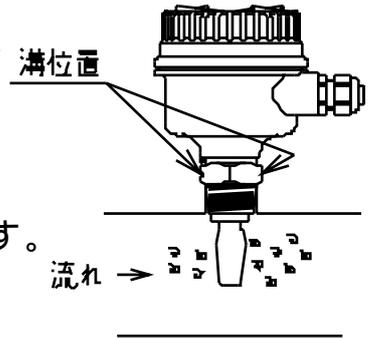

図 7 流れに対する取付
- (2) 配管など流れのある場所での垂直取付は、センサフォーク部のギャップが流れに対し平行になるよう取り付けてください。(図 7 参照)